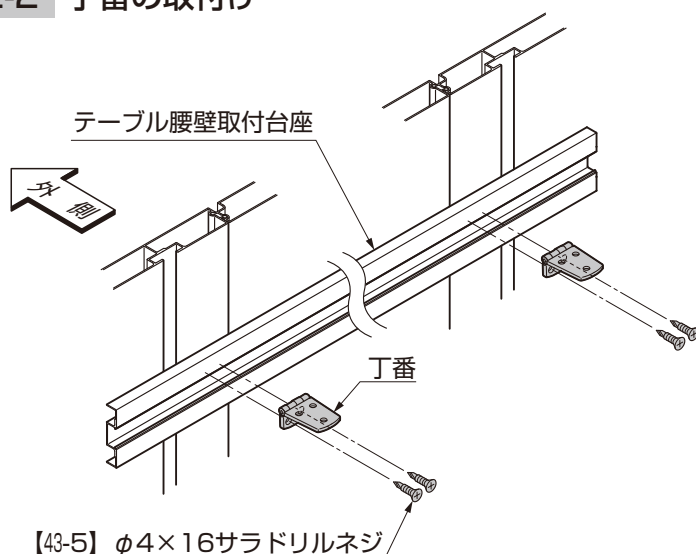

図2-2 丁番の取付け
① 丁番をテーブル腰壁取付台座に【43-5】で取付けてください。(図2-2参照)